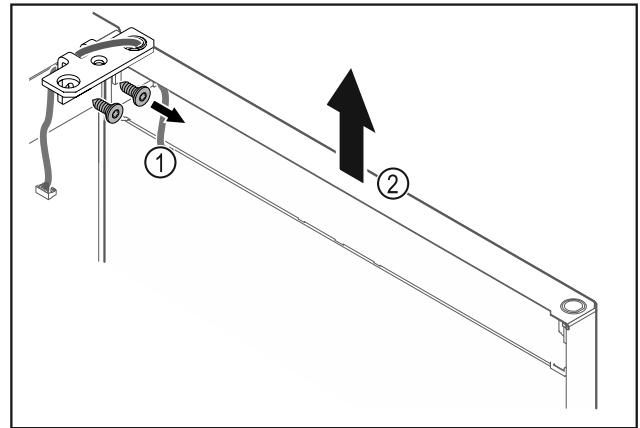

Fig. 28
- Odskrutkujte uholník závesu Fig. 28 (1).
- Zdvihnite dvere vrátane uholníka závesu Fig. 28 (2) cca 200 mm nahor a odoberte ich.